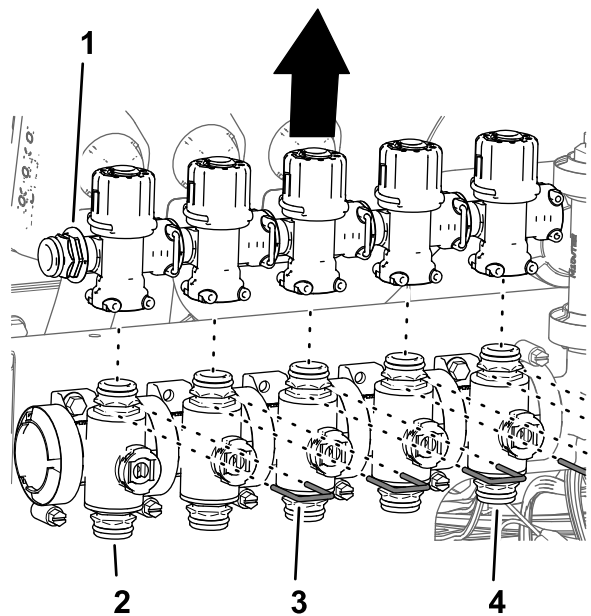

Figure 99
- Retirez les étriers qui fixent les soupapes de dérivation aux vannes de buses 1 à 7 (Figure 99).
- Soulevez les soupapes de dérivation pour les déposer des vannes de buses 1 à 5 (Figure 99).